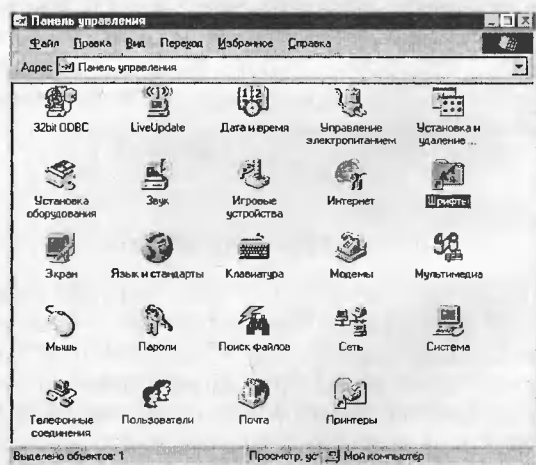

Рис. 1.26. Папка **Fonts (Шрифты)** в Панели управления Windows
- выбрать **Пуск|Настройка|Панель управления** (см. рис. 1.26);